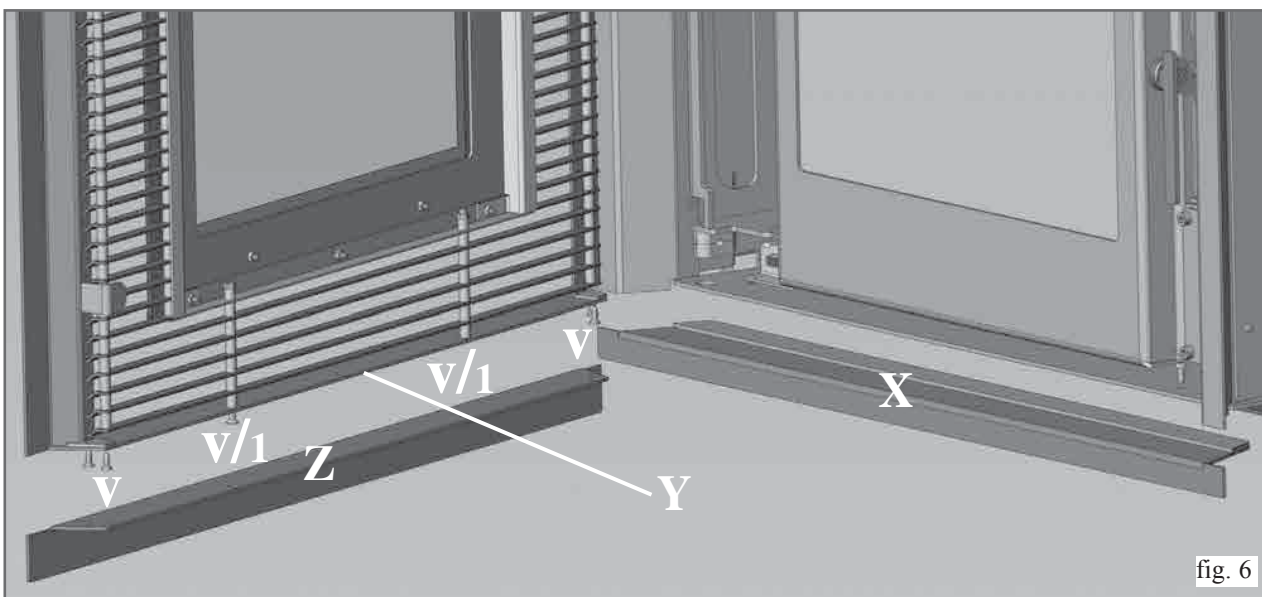

fig. 6
Ouvrir l'encadrement externe avec grille de Inpellet 54, monter , sur la base inférieure de la structure, le profil de l'encadrement inférieur (X) en le fixant avec les vis fournies (voir fig. 6).
Sur l'encadrement externe avec grille, remplacer le profil inférieur plat déjà monté (Y) par le profil inférieur "en forme de L" fourni (Z), grâce aux 4 vis autofiletantes (V) et aux 2 vis avec écrou montées sur les fers ronds (V/1) (voir fig. 6).